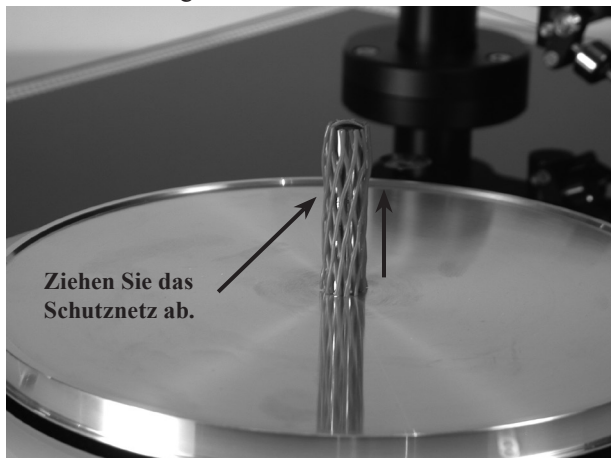

Abbildung 1
1. Ziehen Sie das Schutznetz von der Vertikallagerwelle ab. Siehe Abbildung 1.